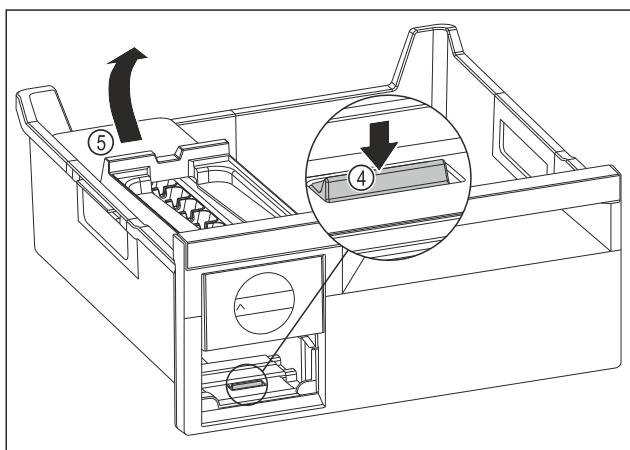

Fig. 130
- ▶ Ta ut EasyTwist-Ice-enheten: Tryck ned skenan Fig. 130 (4) med fingret och lyft samtidigt EasyTwist-Ice-enheten Fig. 130 (5) bakifrån med andra handen.